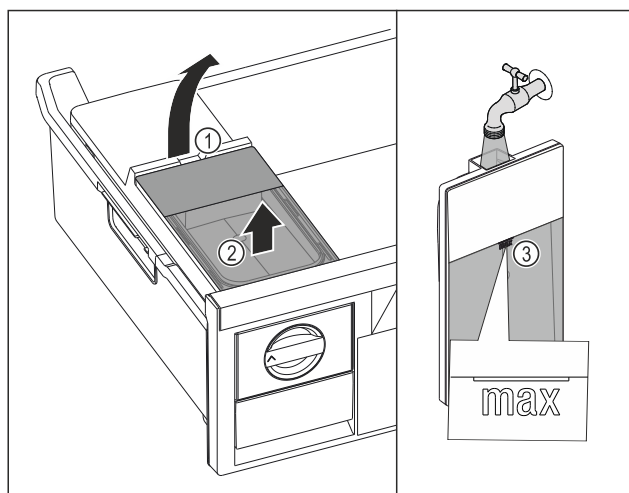

Fig. 126
- Ridicați rezervorul de apă de la degajare Fig. 126 (1).
- Scoateți rezervorul de apă în sus. Fig. 126 (2)
- Umpleți rezervorul de apă până la marcaj Fig. 126 (3) cu apă potabilă.